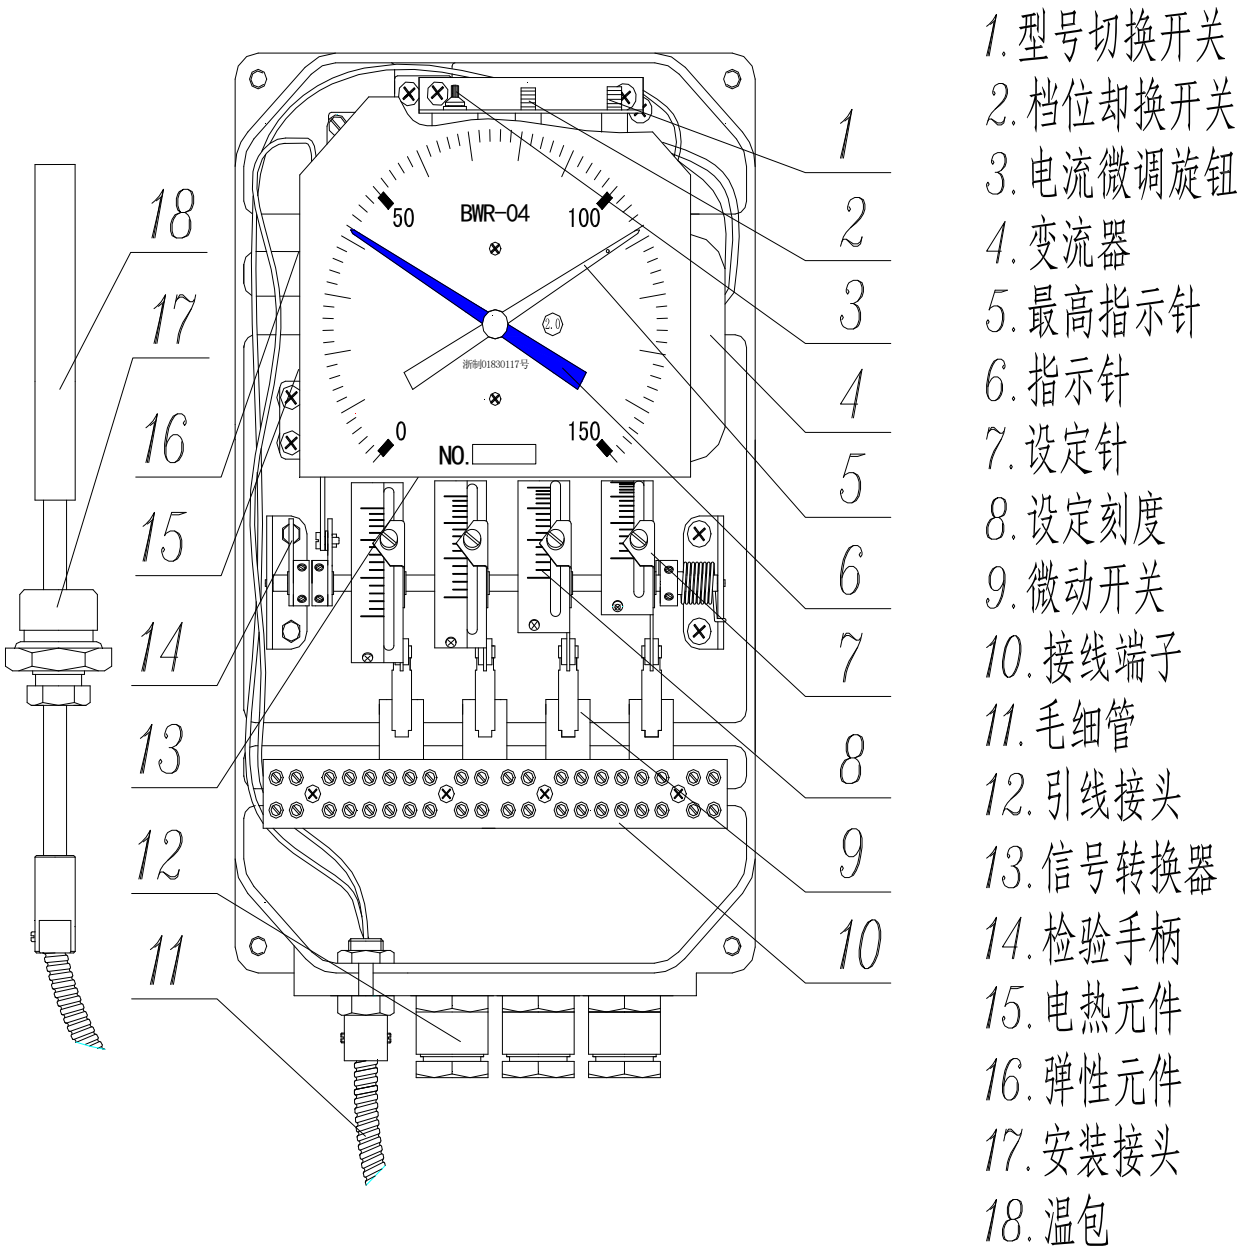
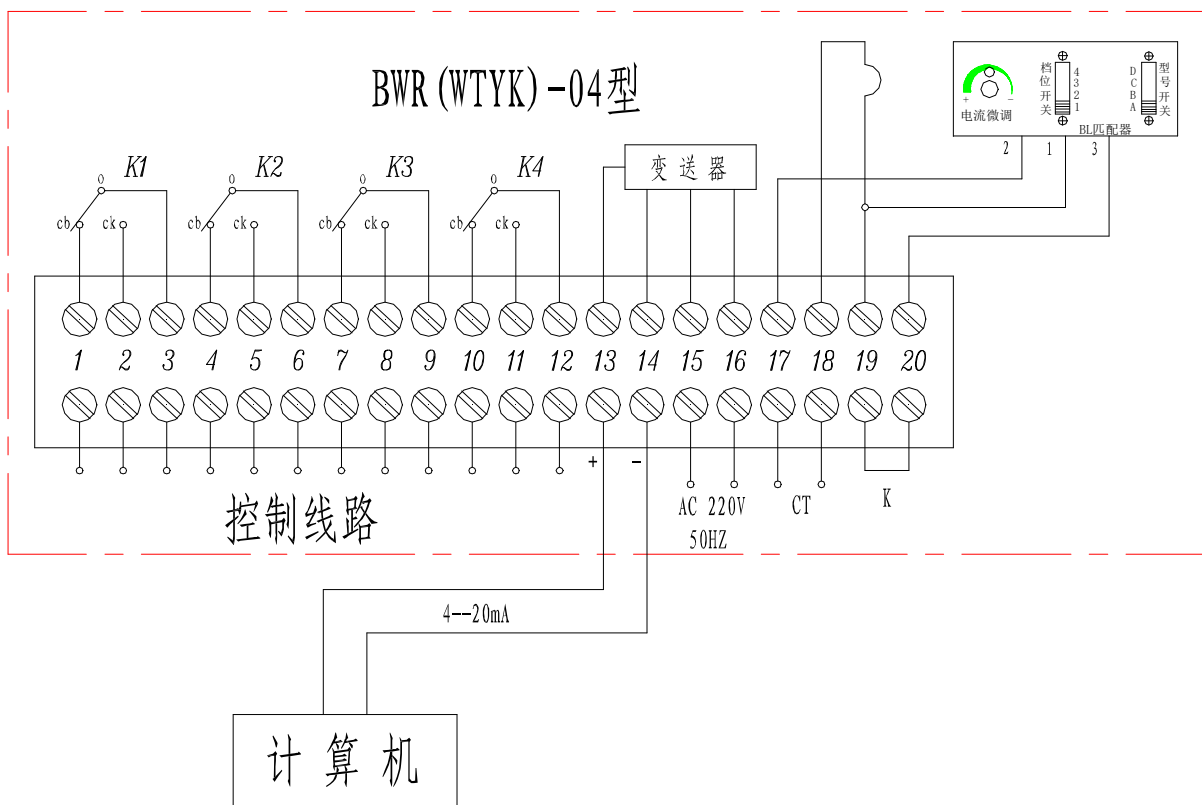

图 1 BWR (WTYK) —04 结构图
图 7 (a) 无 XMT 全套电器连接线路图
- 1、现场一只嵌装电热元件及 BL 型电流匹配器的温度控制器 BWR(WTYK)-04，如图 1 所示；
- 2、中心机房一台遥测控制仪 XMT、(XST)，如图 1 所示；
- 温包尺寸：Φ14×150，安装螺纹 M27×2，如图 1 所示。
- 电流匹配器根据主变电流互感器二次额定电流不同。分 BL-(A、B、C、D) 档，拨动四档档位开关，可连接四种型号规格其中一种型号，如图 7 所示。
二部分之间连接如图 7 所示采用 KVV-6×1.5 电缆线（用户自备），如图 1 所示，BWR（WTYK）-04 型有两支电缆，其中 13、14、15、16、17、18 为一支 KVV6×1.5 电缆，用于连接 XMT(XST) 及 CT，四只温控开关用两支 KVV6×1.5 电缆（用户根据需要或接常开或常闭）。
- ① 旋松红色设定指示针上的圆柱头螺钉；左手护紧检验手柄，然后转动凸轮(设定刻度),使红色设定针对准所需设定值，再拧紧固定螺钉。
- ② 缓慢向下拨动检验手柄（仪表左侧），使得指示针缓缓的向温度上限方向移动，每经过一个温度设定点时，都能听到相对应开关的接点动作声（或用万用表检测），这样即可调整和检查设定值的正确性。
- ③ 开关出厂时 K1 为 50℃,K2 为 70℃ 用于冷却容量分级投入,K3 为 100℃, K4 为 120℃ 分别用于报警和跳闸信号。
- ① 整定结束后，按图 7 进行接线；合上表盖，拧紧螺母。
- ② 把温度计安装在安装板的三个 M6×20 螺栓上，拧紧螺栓。
- ③ 在变压器油箱顶部的温度计安装孔管内注满变压器油，然后插入温包，并拧紧。
- ④ 安装螺母：用户完全拧紧安装螺母前应调整好温包的插入深度（尽可能取最大插入深度，保证温包被油完全浸没）。
- ⑤ 温包与表头之间的毛细管必须有相应的固定（间距在 300mm 为宜），弯曲半径应大于 100mm。
- ⑥ XMT（XST）是为信号远传所配置，接线查仪表后示意图。